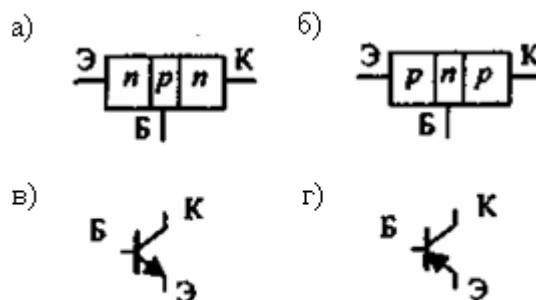

Рис. 1.15
1) **Биполярный транзистор** – это полупроводниковый прибор с двумя взаимодействующими р-п-переходами и с тремя выводами (рис. 1.15). В зависимости от чередования легированных областей различают транзисторы п-р-п-типа (рис. 1.15, а) и р-п-р-типа (рис. 1.15, б).
На рис. 1.15, в, г даны условные обозначения транзисторов п-р-п- и р-п-р-типов, соответственно. Выводы транзисторов обозначаются: Э – эмиттер, Б – база, К – коллектор.